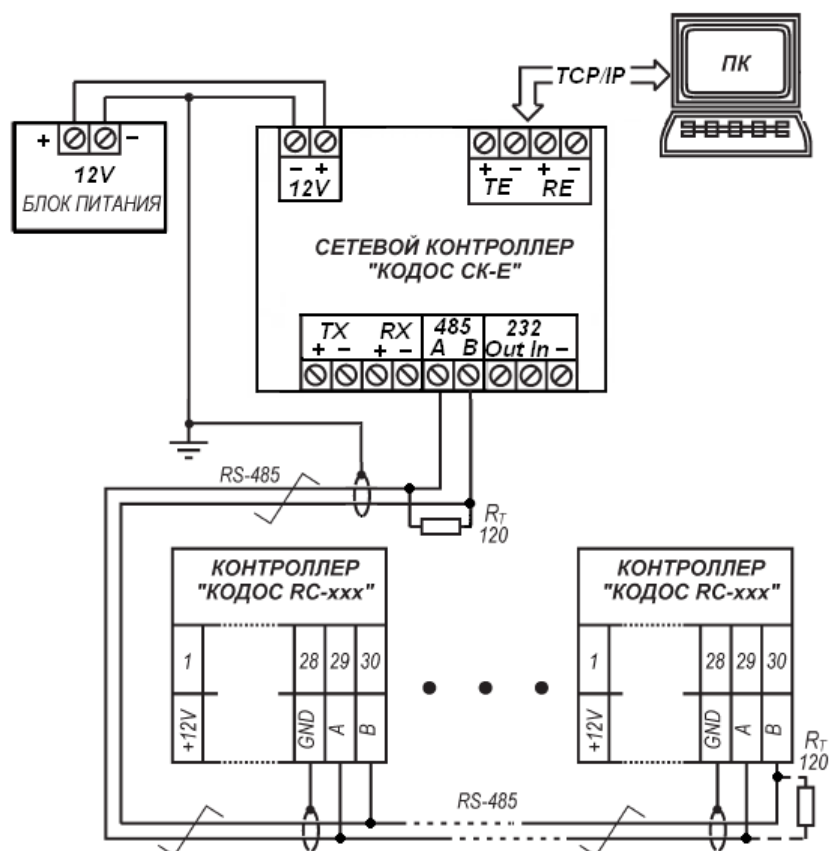
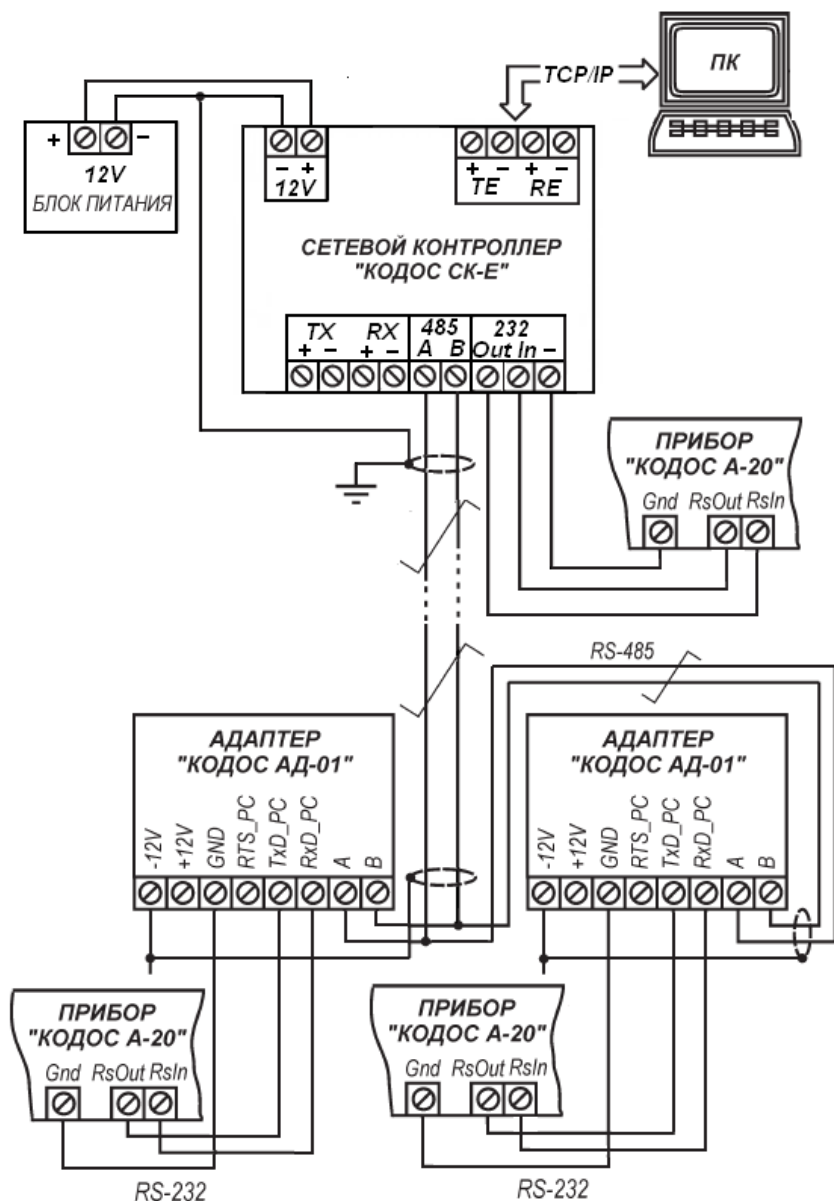

Рисунок 3 – Схема подключения к СК-Е контроллеров серии RC
Рисунок 5 –Схема подключения к СК-Е прибора «КОДОС А-20» непосредственно и группы приборов при помощи адаптера «КОДОС АД-01»
Для подключения к СК-Е контроллеров серии RC используется стандарт передачи данных RS-485, позволяющий обеспечить относительно высокую помехозащищенность системы, главным образом, за счет применения дифференциальных сигналов. Вывод и ввод осуществляется через парафазные выводы А и В (рисунок 3). Допускается параллельно подключать до 32 контроллеров серии RC, объединяя их выводы А и В в единую линию связи.
С помощью адаптеров «КОДОС АД-01» можно подключить к одному СК-Е до четырех приборов «КОДОС А-20» (рисунок 5). Связь между СК-Е и адаптерами происходит по интерфейсу RS-485. Экранирующую оплетку заземляют только в одной точке и подключают к общим проводам (клеммы «-12V») СК-Е и адаптеров (рисунок 5). Применение интерфейса связи RS-485 позволяет удалить приборы «КОДОС А-20», подключенные через адаптеры, на расстояние до 1200 м от СК-Е.
- При подключении через интерфейс RS-485, как контроллеров (рисунок 3), так и адаптеров (рисунок 5) следует использовать только одну витую пару (шину), к которой при помощи ответвлений минимальной длины подключают контроллеры или адаптеры.
- При длине линии связи близкой к максимальной (1200 м) на ее концах обязательно следует предусмотреть согласующие резисторы RT с сопротивлением, равным волновому сопротивлению линии (рисунок 3). Для витых пар оно, как правило, находится в пределах 100...120 Ом.